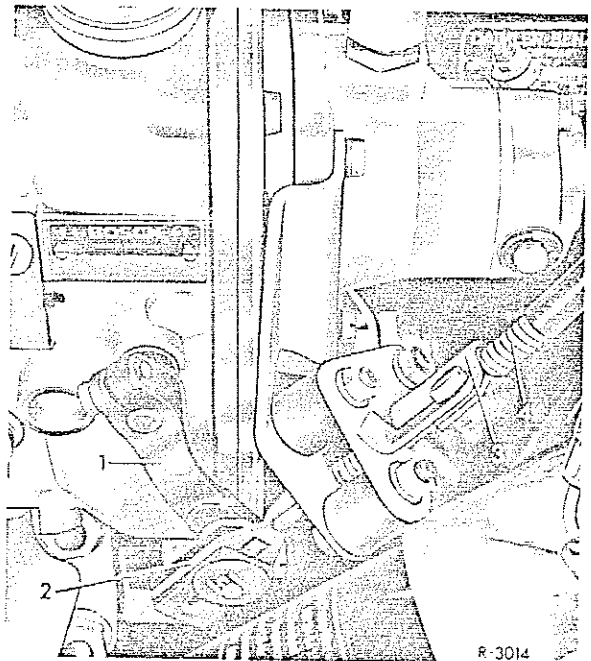

Fig.00-5/7
13. Monteer de klem schoen (3) tussen de aansluitnippels en zet de bevestigingsbouten slechts met een aantrekkoppel van 0,9 mkg vast (fig.00-5/6). Wanneer de klem schoen te vast wordt gezet, kan bij de plunjers aan de lage- en aan de hoge drukzijde lekkage ontstaan door het kromtrekken van het brandstofpomphuis.
Opmerking: De kabel kan door verschuiven van de buitenkabel (4) in de klem (3) worden versteld. De hefboom (1) moet op de as van de brandstofpomp vastzitten (zie fig.00-5/7).